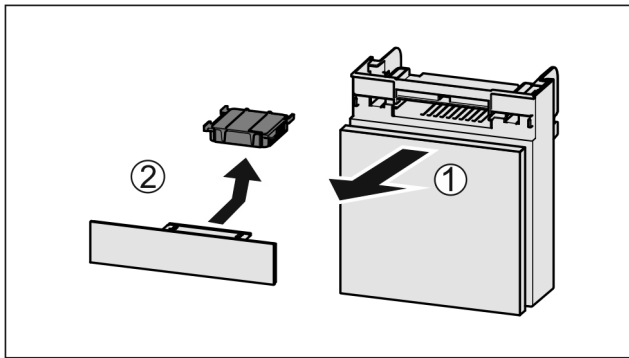

Fig. 34
- ▶ Fach nach vorne herausziehen Fig. 34 (1).
- ▶ Aktivkohlefilter entnehmen Fig. 34 (2).